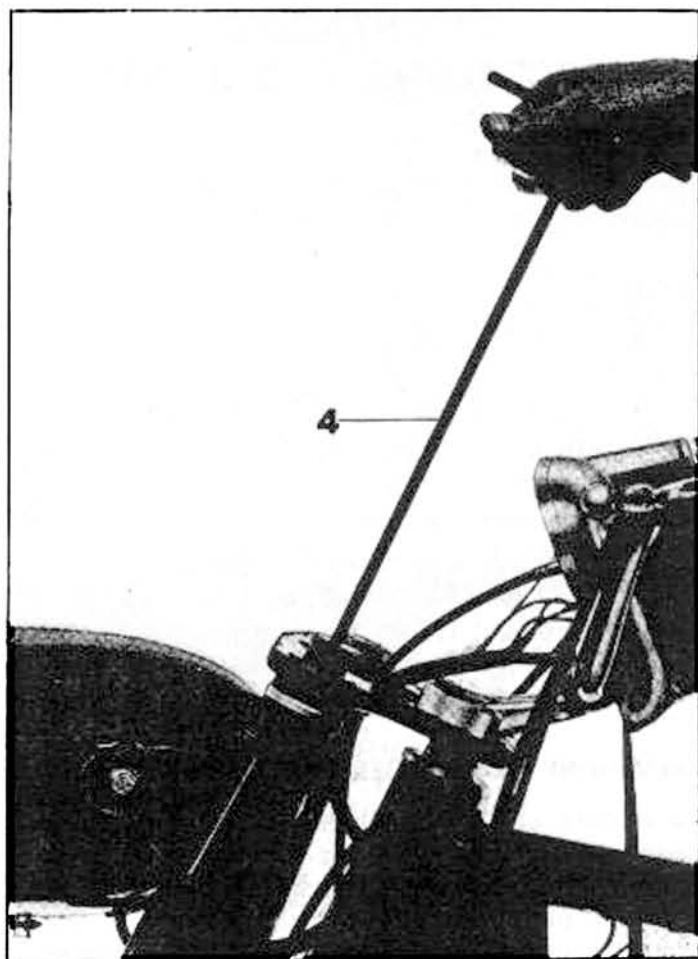

Fig .115
- infilare il braccio nella base sterzo e sul fodero guidandolo con apposito attrezzo preventivamente montato sul braccio stesso n. 12909500 (4 di fig. 115);